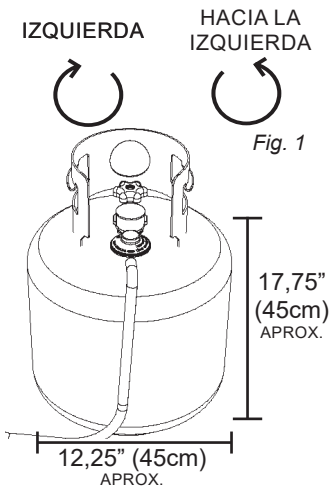

Fig. 1
4. Centre e inserte la boquilla del regulador en la salida de la válvula en el cilindro de gas (Fig. 1). Gire la tuerca del acople del regulador hacia la derecha hasta que pare. **NO AJUSTAR DEMASIADO.**